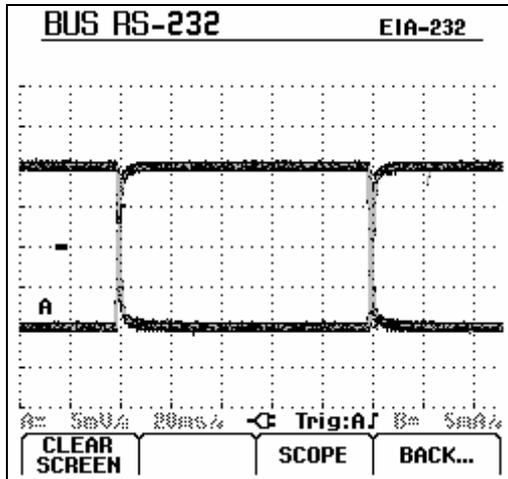

Figure 4-4. Ecran de diagramme en œil
- ①  Dans l'écran principal, sélectionnez le mode de diagramme en œil. Un écran comparable à celui présenté à la figure 4-4 s'affiche.
- ②  Efface les formes d'onde persistantes et revient à l'affichage de la forme d'onde.
- ③  Retourne à l'écran de test.
- ④  Quitte le mode d'état du bus et entre en mode Scope/Meter.